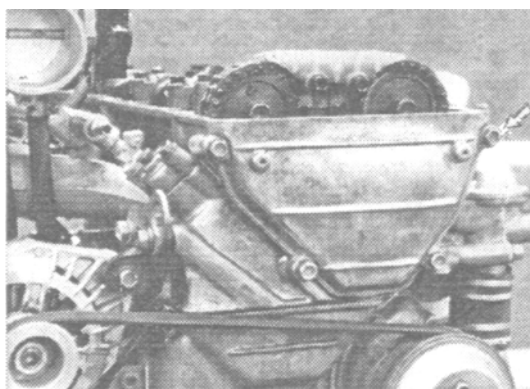

Рисунок 22 – Снятие верхнего 1 и среднего 2 успокоителя цепи
- снять верхний и средний успокоители цепи (рисунок 22);